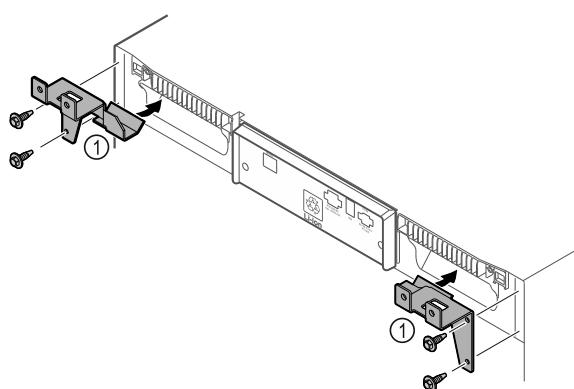

Fig. 11
- Смонтируйте на устройстве удерживающие элементы Fig. 11 (1), используя самонарезающие винты.